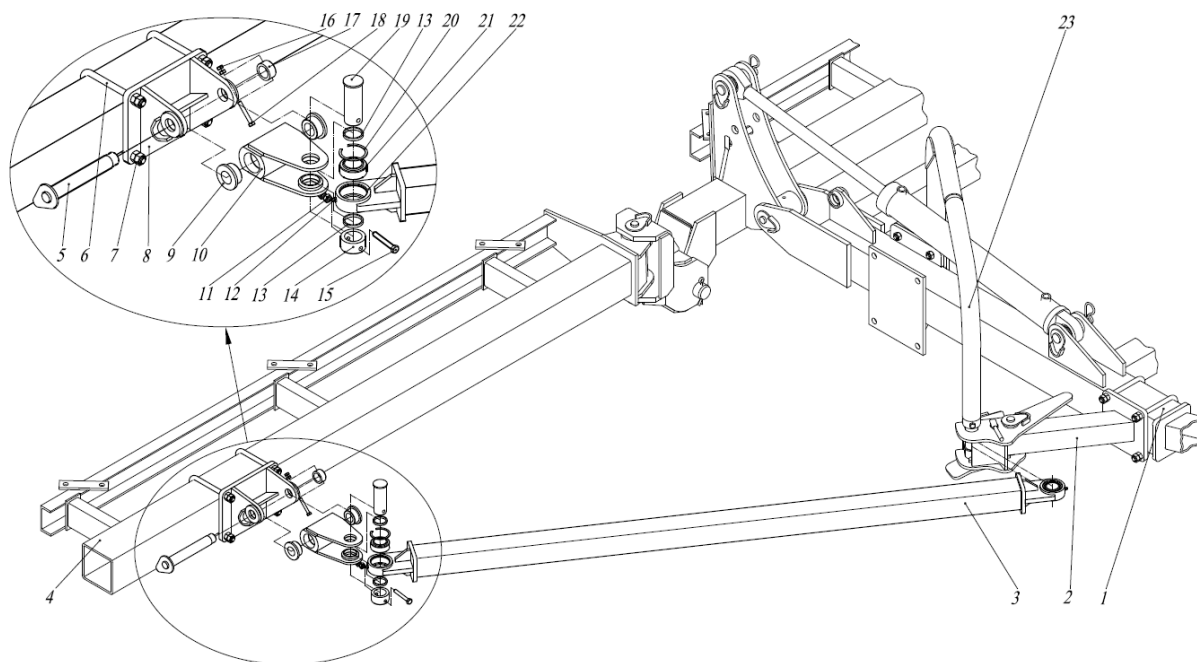

Рис.14 Растяжка в сборе СГВ 01.130
2.1.10 Растяжки в сборе (рис.14) служат для фиксации боковых балок в рабочем положении, предварительно выставленных в одну линию с центральной балкой. Конструкция растяжек в сочетании с водилом позволяет обеспечивать перевод бороны в транспортное положение без удаления растяжек. Растяжка в сборе состоит из растяжки 3, которая одним концом через подшипник 21, распорные втулки 13 с помощью оси 19 корпусом 22 соединена со вставкой 10. Вставка 10 в свою очередь через втулки 9 с помощью оси 5 соединена с кронштейном 8, образуя шарнир. Кронштейн 8 скобами 6 и гайками 7 крепится на боковой балке 4. Вторым корпусом растяжка крепится к водилу в сборе 23, которое фиксируется в рабочем положении бороны в кронштейне 2 замком.